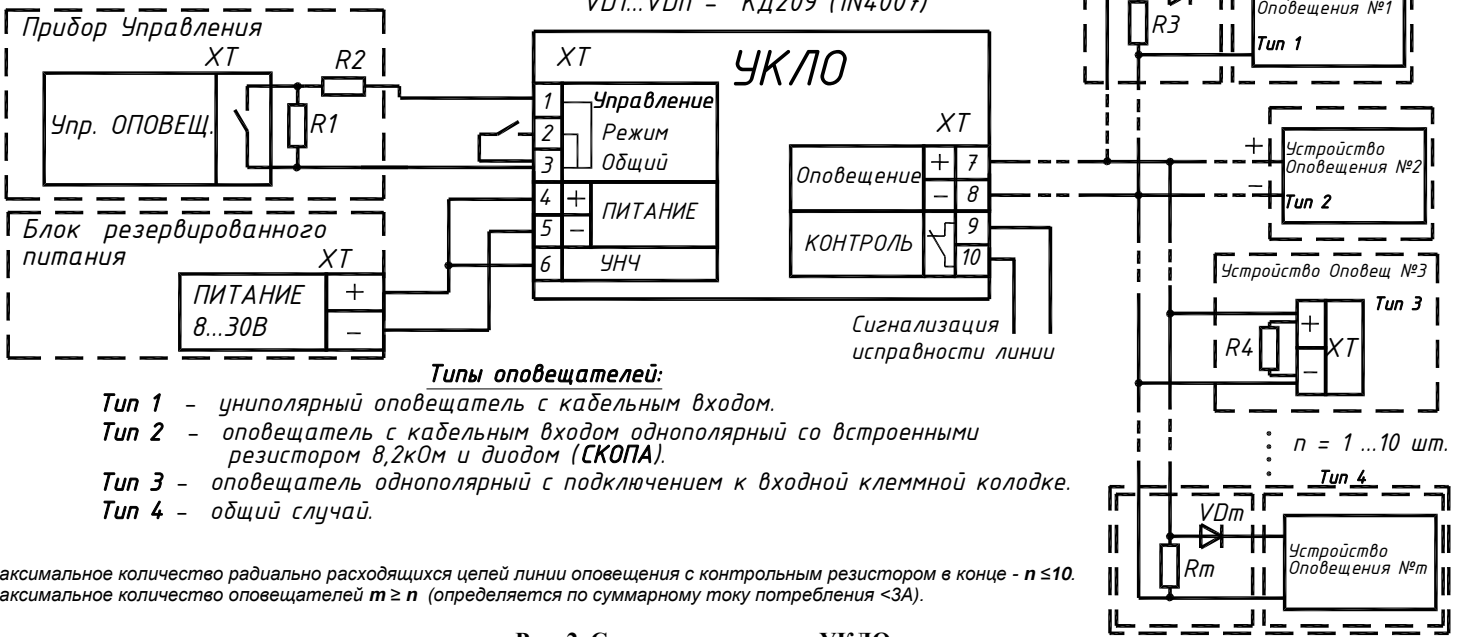

Рис. 2. Схема подключения УКЛО.
7.2 Произвести подключение по схеме согласно рис.2.
- в оповещателях СКОПА СПР.425543.001ТУ указанные элементы имеются в составе оповещателя (см. рис. 2 Тип 2);
- многие серийные УО имеют одностороннюю проводимость по входу питания. В этом случае диод можно не устанавливать (см. рис. 2 Тип 3).
7.3 Дополнительные резистор и диод (при их необходимости) устанавливаются во вводном отделении УО непосредственно на контактах входной клеммной колодки (см. рис. 2 Тип 3).
При подключении оповещателя при помощи залитого кабеля (например, оповещатели ЗОВ) дополнительные элементы должны устанавливаться в промежуточной коммутационной коробке, располагаемой как можно ближе к УО (см. рис.2 Тип 1).